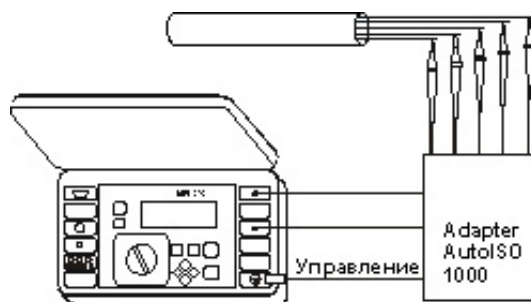

Рис.30. Измерение сопротивления изоляции многожильных кабелей
- подсоединить измерительные провода в соответствии с Рис.30, провод управления адаптера AutoISO 1000 подключить к гнезду **2** измерителя, гнезда **4** R_{iso+} и **5** R_{iso-} с соответствующими разъемами адаптера, измерительные провода адаптера с соответствующими жилами измеряемого кабеля, если первая пара жил под измерительным напряжением, его величина измеряется и отображается;